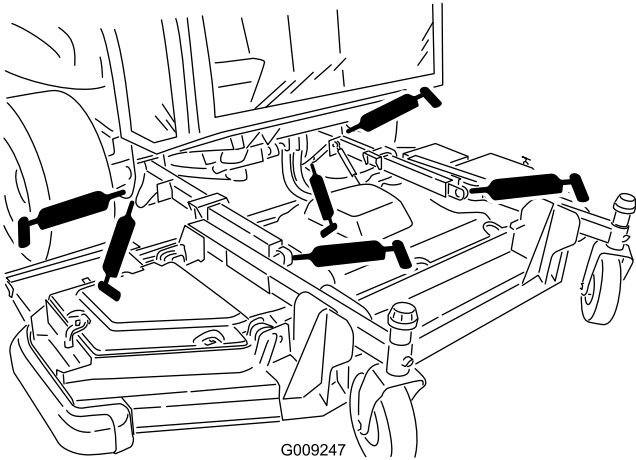

Figure 73
- 2 bagues de bras de levage (Figure 73)
- 2 rotules de bras de levage (Figure 73)
- 2 pivots de vérins de levage de plateau avant (Figure 73)